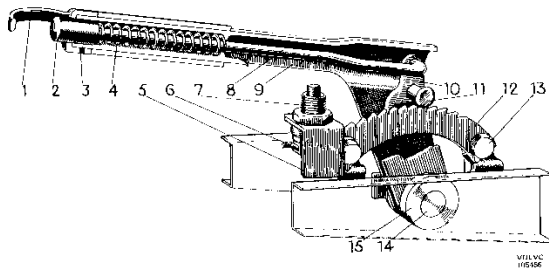

Abb. 115 Handbremsteile, 1800
4. Senkschraube (3, Abb. 115) herausschrauben, Fingerbügel (1) und Druckknopf (2) ausbauen. Feder (4) aus dem Stockgriff herausziehen. Niet (11) herastreiben, danach Druckstange (8) und Sperrnocken (10) herausnehmen.